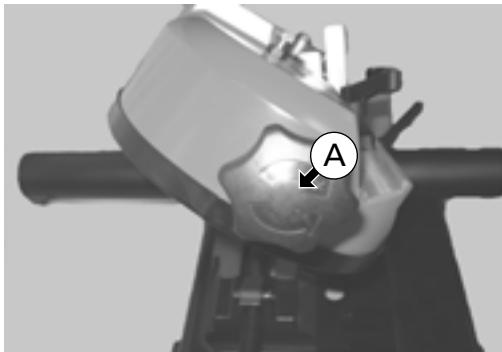

Fig. 25
Faire tourner le bouton (A) - (fig. 25) dans le sens horaire pour serrer la lame sur les roues. Ne pas serrer de manière excessive.
Éléments de la fig. 25